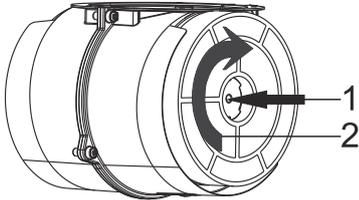

Fig. 6: FILTRO DE CARBÓN
- 1-Coloque el filtro de carbón en su carcasa.Fig. 6
- 2-Gire el filtro de carbono en el sentido de las agujas del reloj y asegúrese de que está completamente asentado.Fig. 6